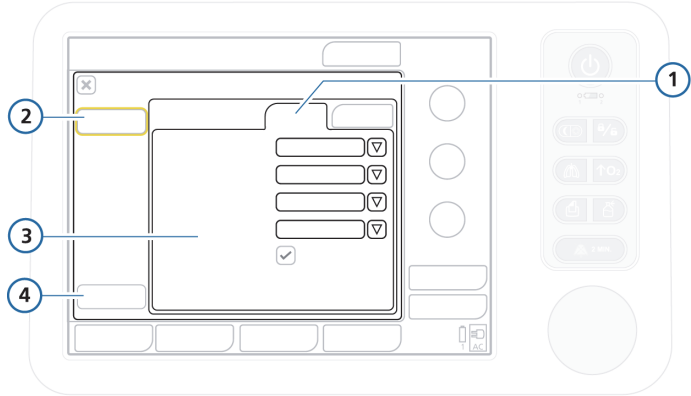

Рисунок J-16. Параметры данных датчика
1. Откройте окно «Конфигурация» и коснитесь кнопки **«Датчики»** (см. рис. J-16).